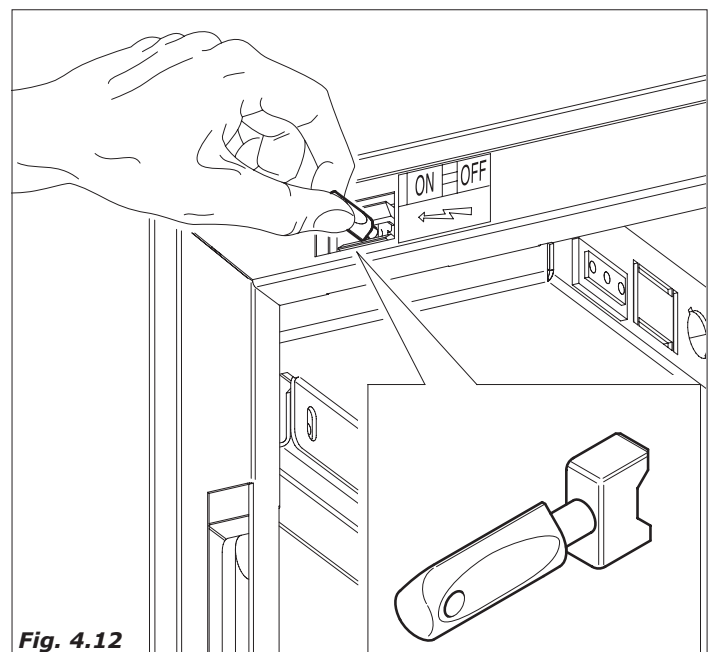

Fig. 4.12
E' possibile, per il tecnico installatore, operare in questo modo, inserendo la speciale chiavetta in plastica (riarmo dixon) (fornita in dotazione nel corredo del distributore automatico) nell'interruttore porta, ruotandola di 90° (Fig.4.12).
- Inserire la chiavetta nell'interruttore porta (Fig.4.12).
- inserire la chiavetta nell'interruttore porta (vedi Fig.4.12) ed attendere che dal tubo di scarico fuoriesca dell'acqua.